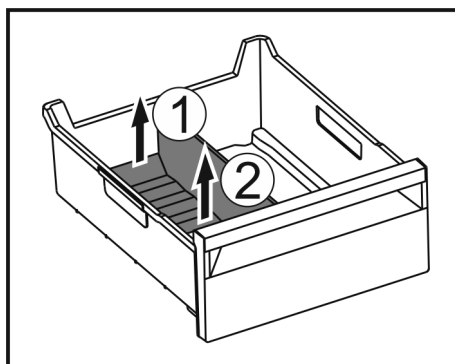

Fig. 183
- ▶ Zvedněte zadní část přepážky přihrádky na led. Fig. 183 (1)
- ▶ Přepážku přihrádky na led vyjměte nahoru. Fig. 183 (2)